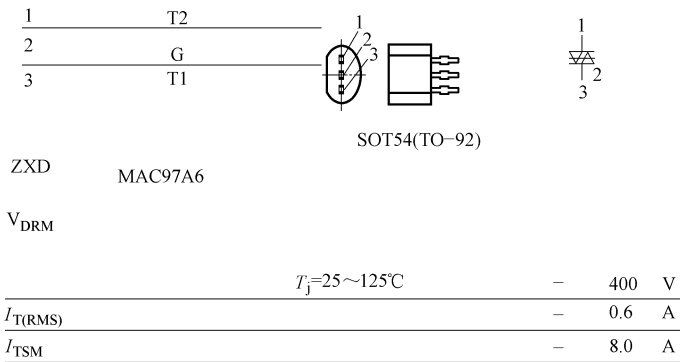

图 4-111 MAC97A6 技术资料
**维修笔记** MAC97A6（兼容型号有 MAC97A8）技术资料如图 4-111 所示。